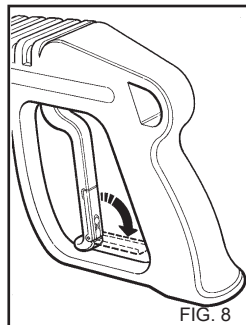

FIG. 8
- Включите предохранитель на ручке пистолета, если не будете использовать аппарат (Рис. 8).